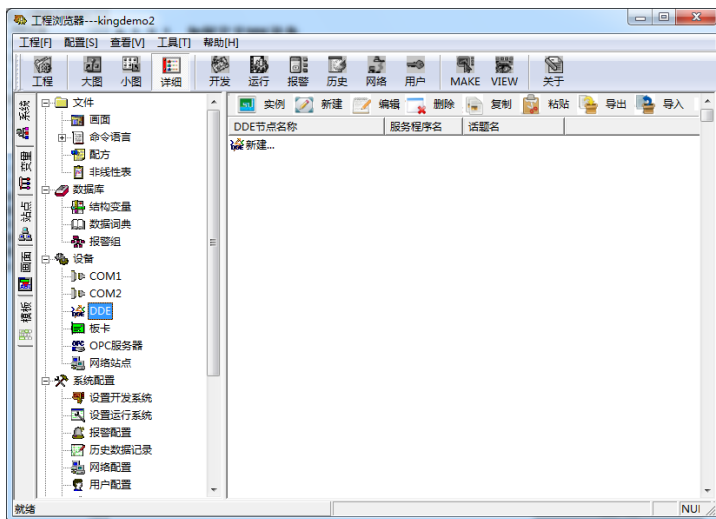

图6.10 DDE 设备配置
- 1、在工程浏览器的目录显示区,用鼠标左键单击大纲项设备下的成员 DDE,则在目录内容显示区出现“新建”图标,如图 6.10 所示: